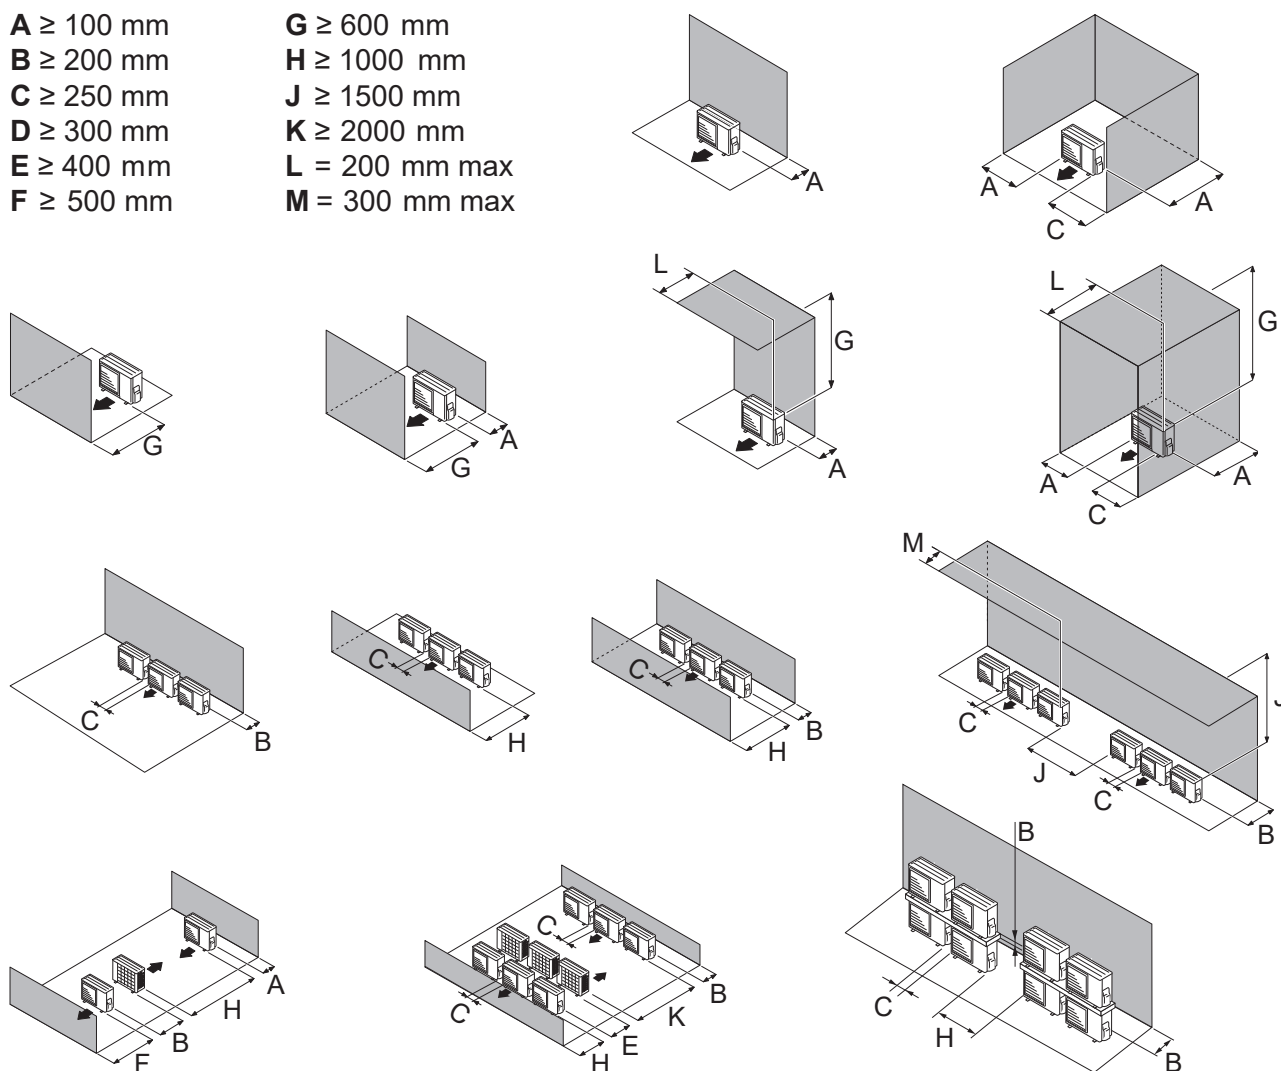

fig. 13 - Dégagements minimum d'installation autour de l'unité extérieure (modèle 5, 6 et 8)
- L'appareil doit être parfaitement accessible pour les travaux d'installation et de maintenance ultérieurs (fig. 13).
- Aucun obstacle ne doit entraver la circulation de l'air à travers l'évaporateur et en sortie du ventilateur (fig. 13).